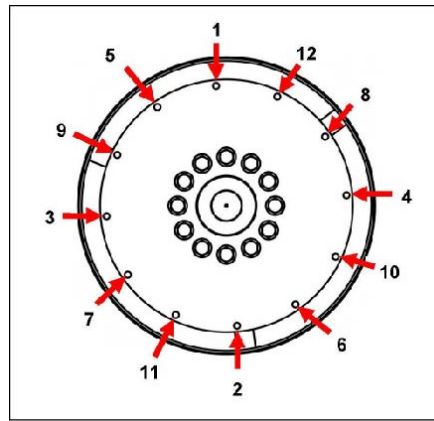

図 11. 固定手順
10. アラインメント ダウエルを取り外します。肉厚ワッシャーをヘッドの下で使用して、カップリング ボルトを取り付けます。表示の順番で、ボルトを締め付けて、カップリング ディスクをフライホイールに固定します 図 11 ページ 27。